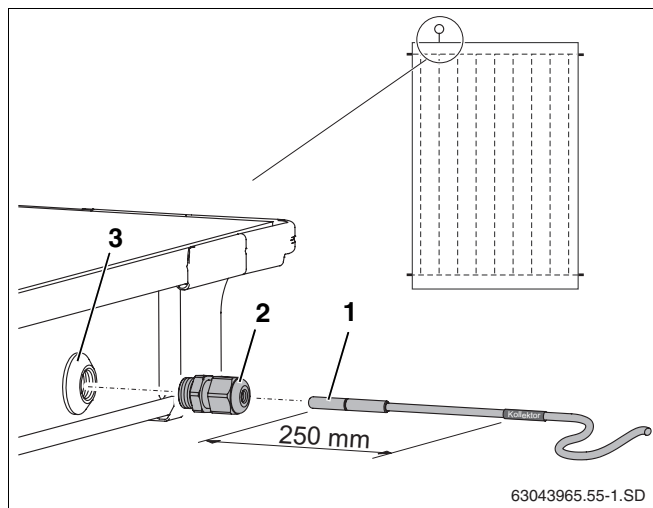

Fig. 54 Se împinge senzorul în colector
Pentru o funcționare ireproșabilă a instalației solare, este necesar ca senzorul colectorului (Fig. 54, **Poz. 1**) să se împingă până la refuz (opritor – corespunde cu cca. 250 mm) în conducta pentru senzor.
- Cu senzorul sau cu o șurubelniță trebuie realizat un strat etanș la trecerea senzorului (Fig. 54, **Poz. 3**).
- Îmbinarea cu cleme (Fig. 54, **Poz. 2**) pentru trecerea senzorului.
- Se strânge îmbinarea senzorului (Fig. 54, **Poz. 2**).
Dacă aveți o trecere a senzorului (Fig. 54, **Poz. 3**) a unui alt colector, aceasta trebuie etanșată cu dopuri din setul de racord. Înainte, trebuie să îndepărtați piulițele care se găsesc la trecerea pentru senzor (Fig. 54, **Poz. 2**).